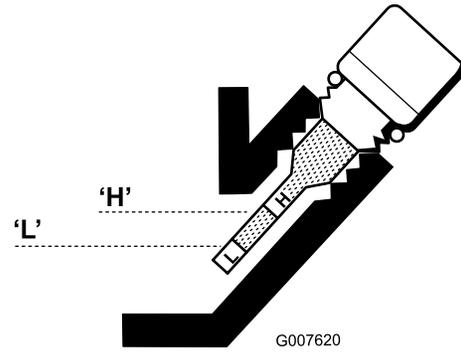

図 35
6. 不足であれば、ゲージのHとLの中間位置になるまで補給する図 35。油量を確認する。